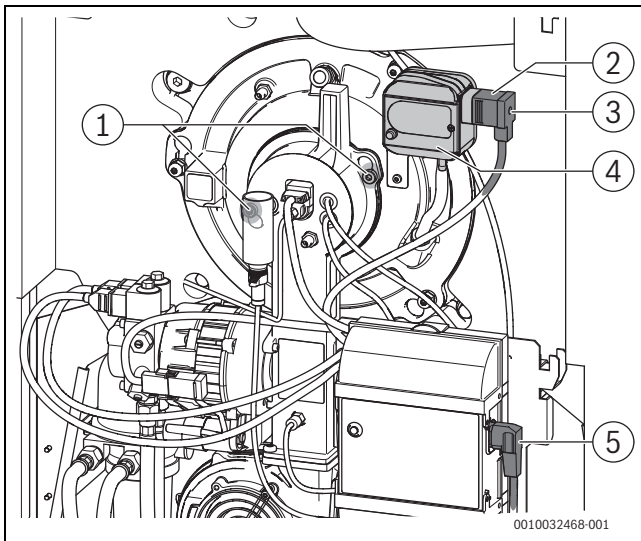

Bild 63 Befestigungsschrauben Brenner lösen
- ▶ Netzstecker (→Bild 63), BUS-Leitung und Anschlusskabel Kesseltemperaturfühler (→Kapitel 13.3.2, Seite 59) am Feuerungsautomaten abziehen.
- ▶ Sicherungsschraube [3] am Anschlussstecker [2] des Druckwächters [4] lösen und Anschlussstecker abziehen (→Bild 63, Seite 36).